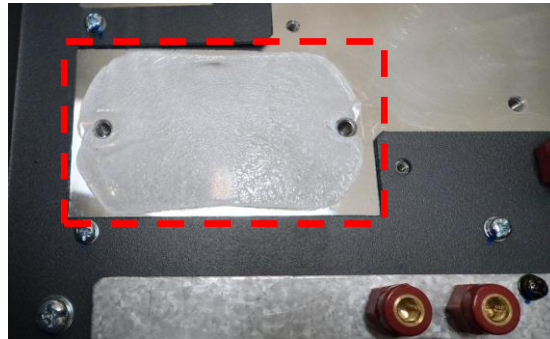

Рис.7.1
7.1.1. Удалить бязевой салфеткой, смоченной в СБС, остатки теплопроводного компаунда в месте установки диодного моста (рисунок 7.1, красный контур).